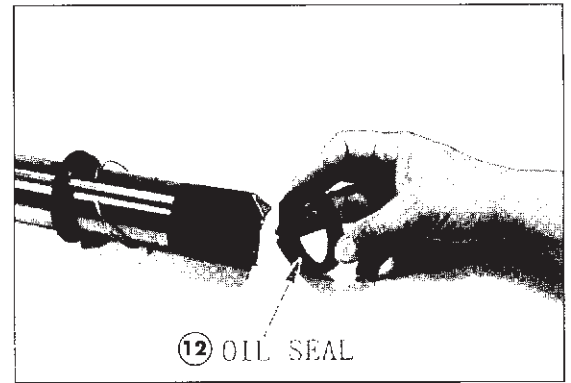

Fig. 1
- 7) Monter la bague d'étanchéité avec le côté marqué tourné vers le racleur (Fig. 1).